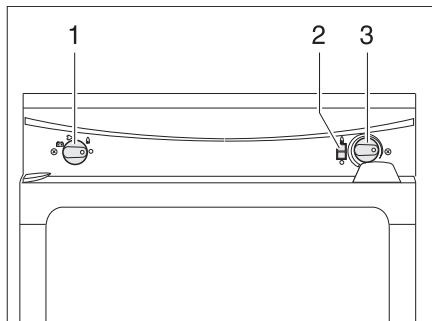

Bild 140 Bedienelemente für den Kühlschrank (Thetford ohne SES)
- Energie-Wahlschalter (Bild 140,1) auf Gas "🔥" stellen.
- Drehregler (Bild 140,3) drücken und gedrückt halten. Die Gaszufuhr ist geöffnet. Der Zündvorgang erfolgt automatisch. Ein tickendes Geräusch ist hörbar, bis Zündvorgang erfolgreich abgeschlossen ist.
- Drehregler (Bild 140,3) gedrückt halten, bis der Flammenanzeiger (Bild 140,2) grün wird, dann loslassen. Falls die Flamme erlischt, wiederholt das Zündgerät automatisch den Zündvorgang.
- Energie-Wahlschalter (Bild 140,1) auf "○" stellen. Der Kühlschrank ist abgeschaltet.
- Energie-Wahlschalter (Bild 140,1) auf 230-V-Betrieb "⚡" stellen.
- Kühltemperatur mit dem Drehregler (Bild 140,3) einstellen.
- Energie-Wahlschalter (Bild 140,1) auf 12-V-Betrieb "🔋" stellen.